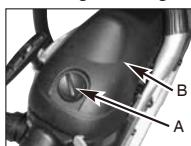

Fig. 18A
2. Ta bort locket (A) som håller luftfiltrets kåpa på plats, ta bort den övre kåpan (B) genom att lossa fästsprövarna. Kåpan går att lyfta av. (Fig. 18A)